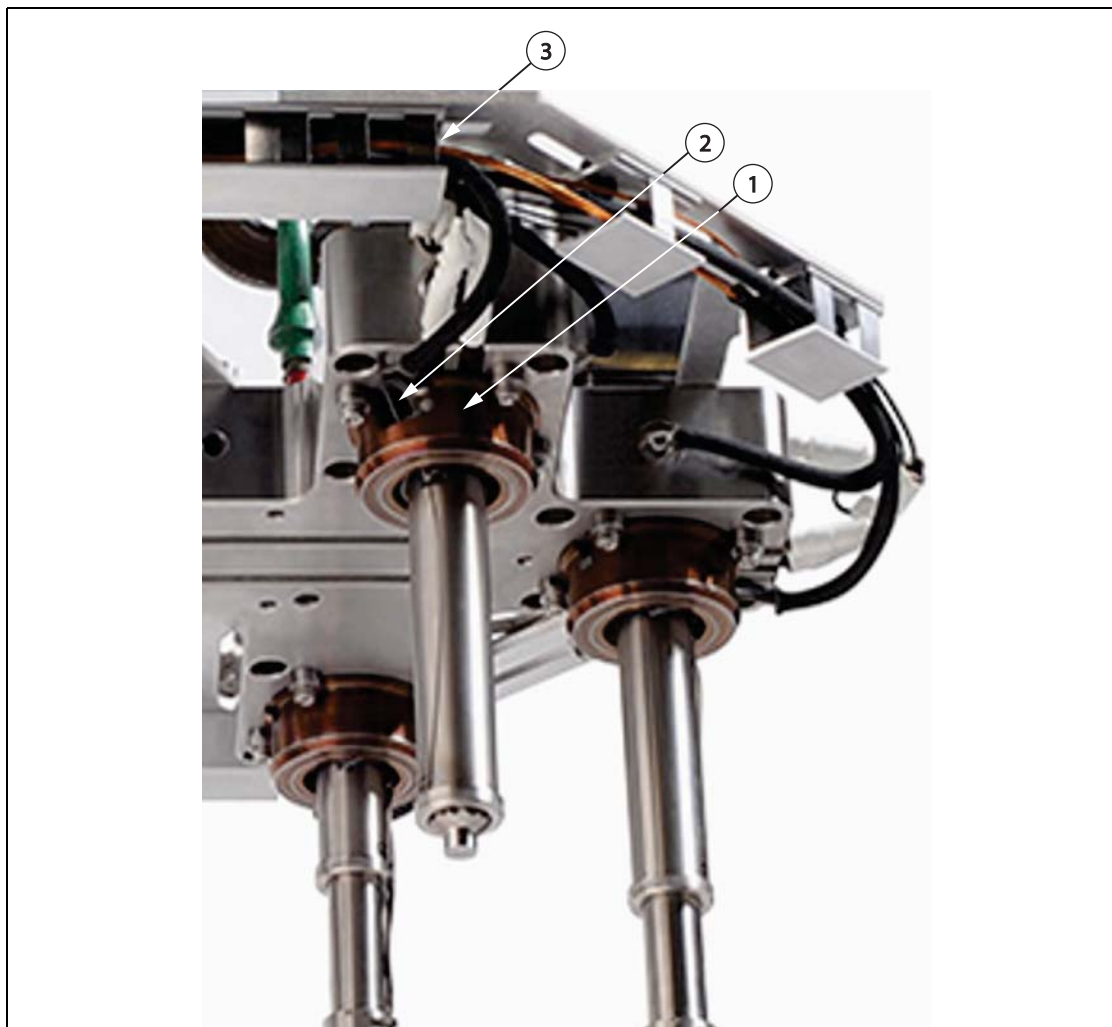

図 6-16 ワイヤの取回し
9. ノズルリテーナの配線通路を通して、ノズルヒータと熱電対の配線を取り回します。図 6-16 を参照してください。
7. ノズルリテーナの配線通路を通して、ノズルヒータと熱電対の配線を取り回します。図 6-16 を参照してください。